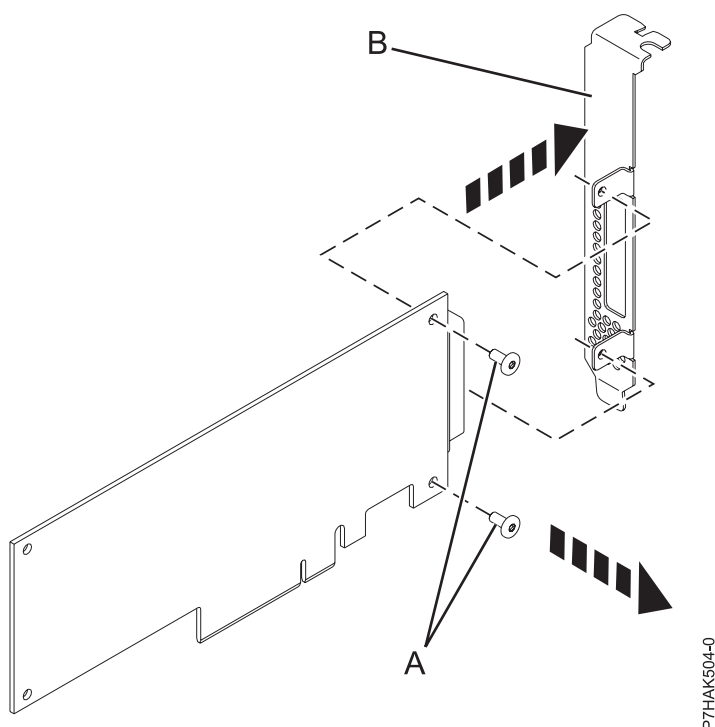

Figure 33. Retrait de la contre-poupée grand format d'une nouvelle carte PCI
7. A l'aide d'un tournevis cruciforme, dévissez les deux vis de fixation (A) qui maintiennent la contre-poupée (B) sur la nouvelle carte PCI, comme illustré à la figure 33.